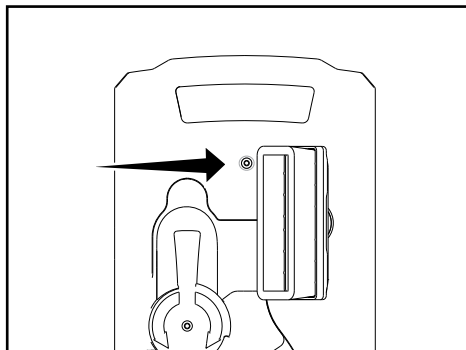
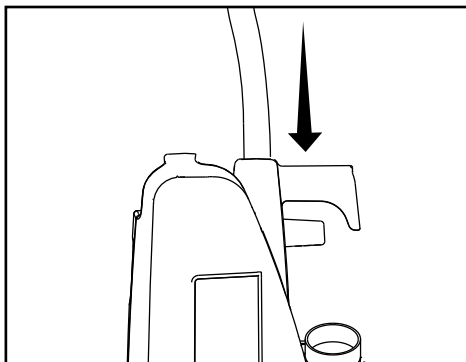

Fig. 1
Fig. 2
- Retirez la vis de la poignée située à l'arrière de l'aspirateur (Fig. 1). Insérez la poignée vers le bas, dans le corps de l'aspirateur (Fig. 2). Insérez la vis et serrez.